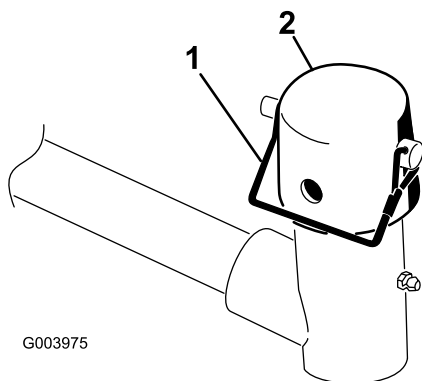

Figura 8
7. Togliete il perno di ritenuta e il cappuccio dalla forcella del braccio di sollevamento (Figura 8).
11. Fissate il cappuccio e l'albero del telaio portante alla forcella del braccio di sollevamento con il perno di ritenuta. Per avere un elemento di taglio sterzante usate la fessura, oppure usate il foro se l'elemento di taglio deve essere bloccato (Figura 8).